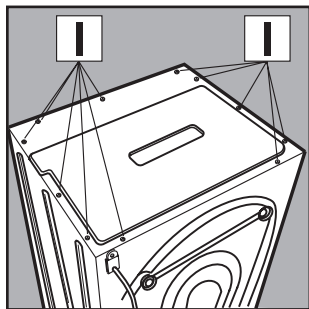

Fig. 13
2. Extraiga la tapa desenroscando los tornillos I [fig. 13].